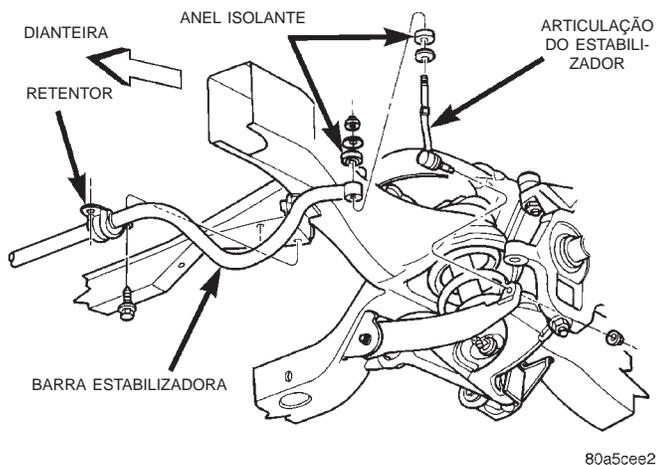

Fig. 9 Barra Estabilizadora
- (1) Levante e apoie o veículo.
- (2) Remova a porca, o retentor e o anel isolante da articulação superior de cada articulação.
- (3) Remova a porca de articulação inferior do braço inferior da suspensão de cada lado (Fig. 9).
- (4) Remova os parafusos retentores da barra estabilizadora e remova os retentores e a barra estabilizadora do veículo.
- (5) Remova as buchas da barra estabilizadora.